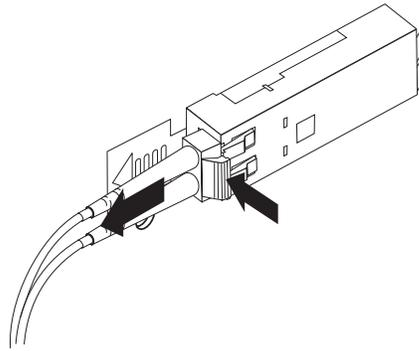

Figure 23. Déconnexion du câble Fibre Channel LC-LC
2. Tout en maintenant le levier du câble enfoncé, tirez délicatement sur le connecteur pour retirer le câble du module SFP, comme illustré dans la figure 23.